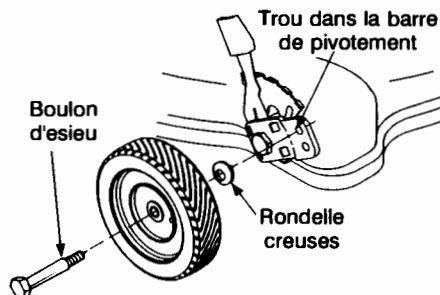

Figure 6 - Roue avant de 7 po et 8 po
- Installez les roues sur la barre de pivotement sur les dispositifs de réglage de la hauteur. Utilisez le trou supérieur dans la barre de pivotement pour les roues 8 po. Voir les figures 6 ou 7.